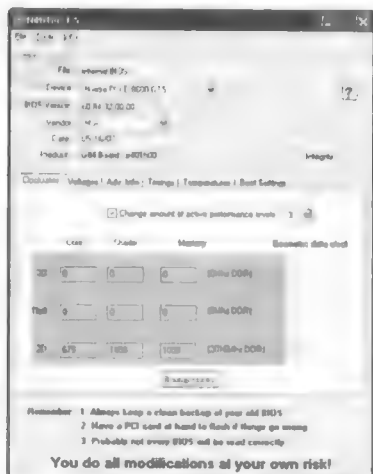

рис.8
6.2. Значения в пункте «2D» отражают текущие тактовые частоты видеокарты MSI GeForce 8600 GTS Diamond Plus (рис.8).